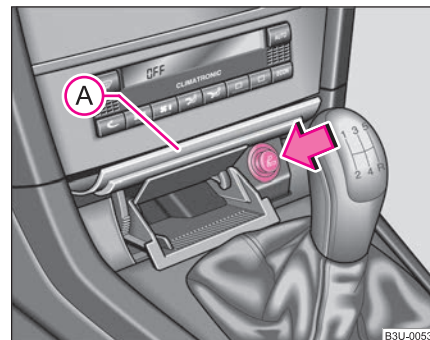

Fig. 91 Consola central: Encendedor
- Presione la parte inferior de la tapa del cenicero, vea la posición **(A)** ⇒ fig. 91.